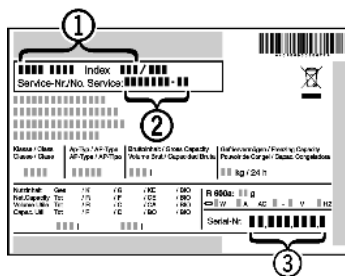

Fig. 24
- ▶ Relever la désignation de l'appareil *Fig. 24 (1)*, le n° de service *Fig. 24 (2)* et le n° de série *Fig. 24 (3)* sur la plaquette signalétique. Cette plaquette se trouve sur la paroi intérieure gauche de l'appareil.
- ▶ Informer le S.A.V. et lui communiquer la panne, la désignation de l'appareil *Fig. 24 (1)*, le n° de service *Fig. 24 (2)* et le n° de série *Fig. 24 (3)*.